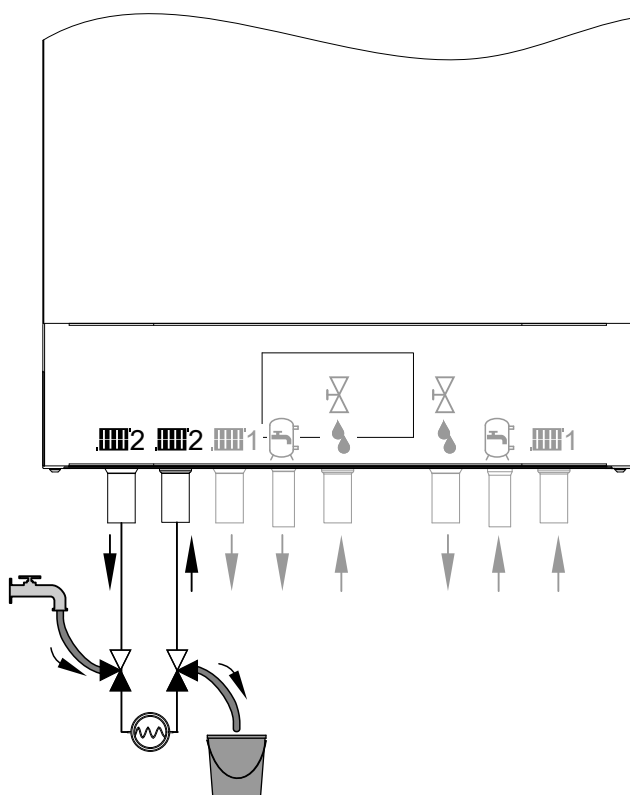

Abb. 58
4. 3-Wege-Kugelhähne im Vor- und Rücklauf Heiz-/Kühlkreis 2 gemäß Abb. 58 öffnen. Heizwasser über den Befüllschlauch einströmen lassen.